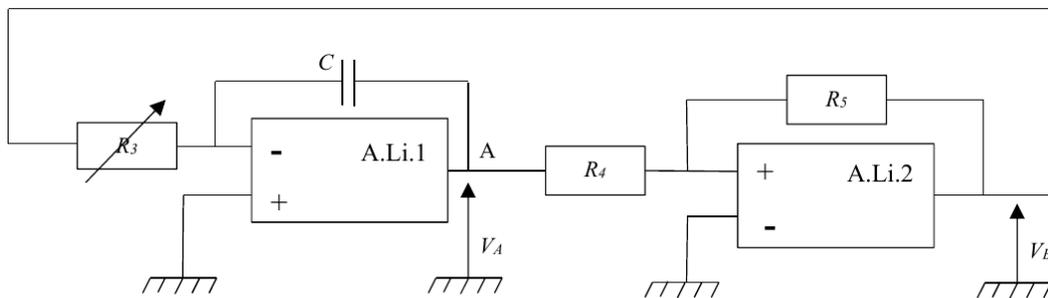
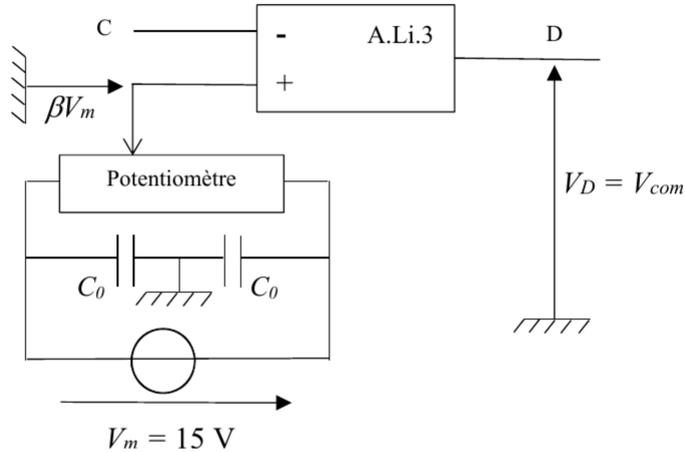

Figure 10 - Circuit de commande du hacheur
Figure 11 - Circuit supplémentaire
On considère le circuit de commande de la **figure 10**. La résistance R_3 est une résistance variable, les deux autres résistances sont de valeurs fixes.
- Q21.** On connecte le point A du circuit précédent (**figure 10**) au point C du circuit décrit sur la **figure 11**. Un potentiomètre relié à un ensemble de deux condensateurs et une source de tension constante $V_m = 15 \text{ V}$, permettent d'imposer le potentiel de l'entrée non inverseuse de l'amplificateur linéaire A.Li.3. On a ainsi : $V^+ = \beta V_m$.
- Q22.** La tension $V_D(t)$ est utilisée pour commander le transistor du hacheur série qui alimente la M.C.C., on a ainsi : $V_{com}(t) = V_D(t)$. Préciser les relations qui relient la fréquence de hachage f_h et le rapport cyclique α' du hacheur aux différents éléments présents dans les circuits électroniques représentés sur les **figures 10 et 11**.